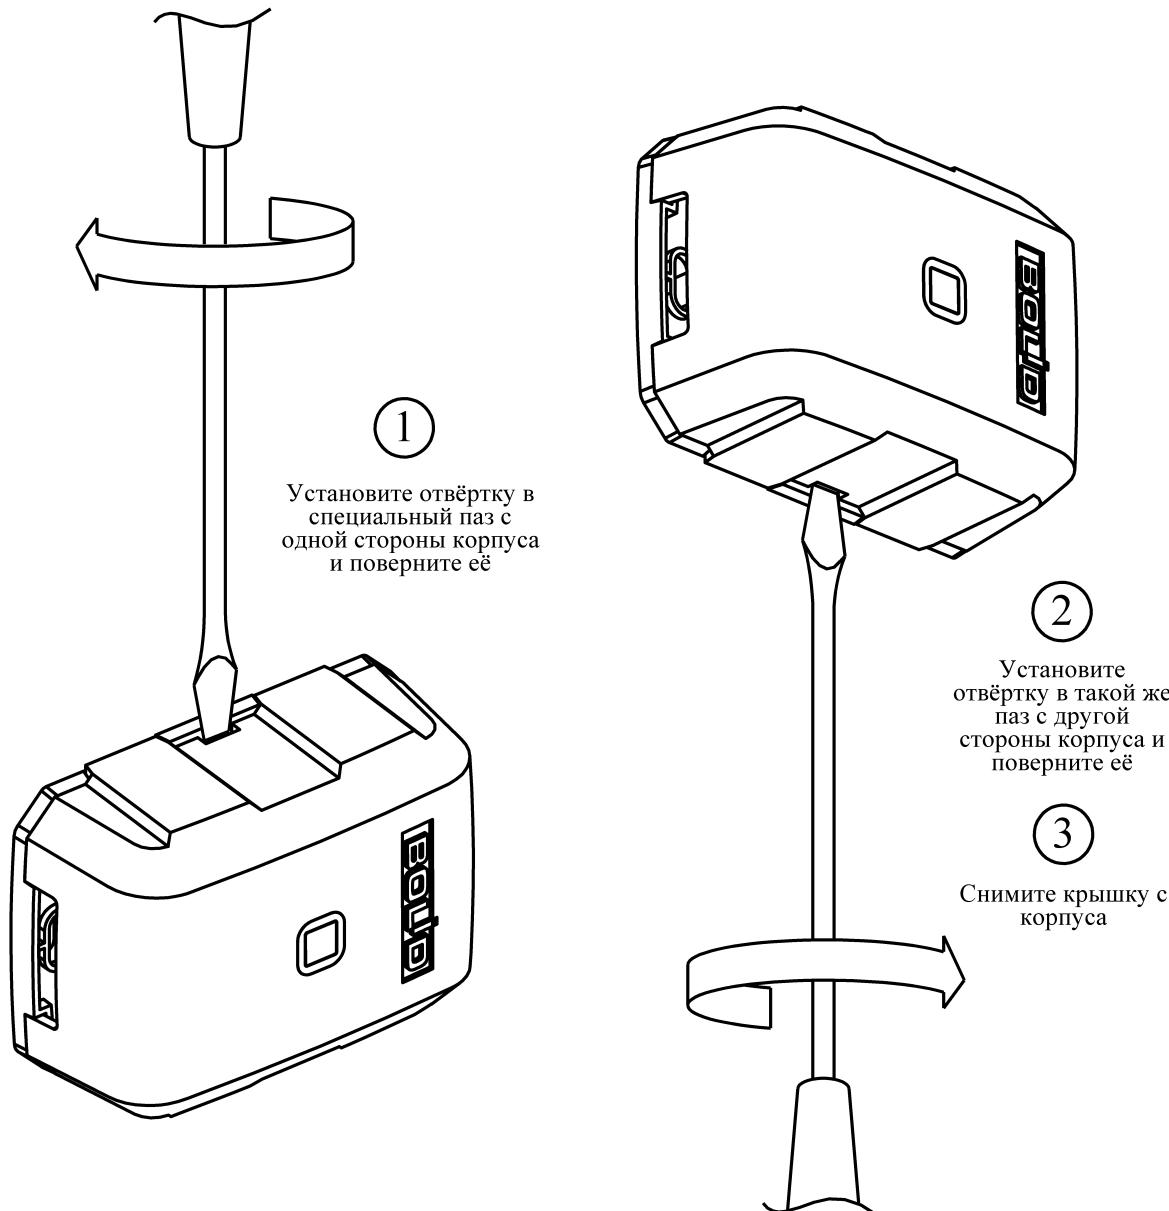

Рисунок 2.2.2 Снятие крышки AP2
- 4) снимите крышку с зацепов при помощи шлицевой отвёртки (см. рис. 2.2.2), для удобного открытия рекомендуется использовать отвёртку с широким шлицем;